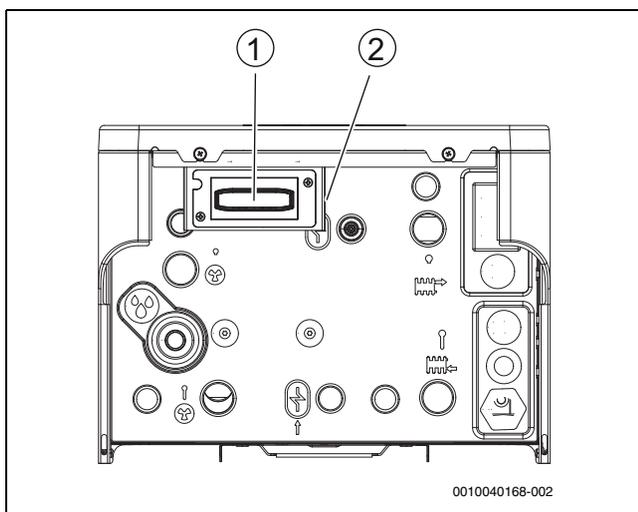

Fig. 12 Placement de Connect-Key
1. Ouvrir le levier (→ [2], figure 12).
2. Placer le module dans le support (→ [1], figure 12).